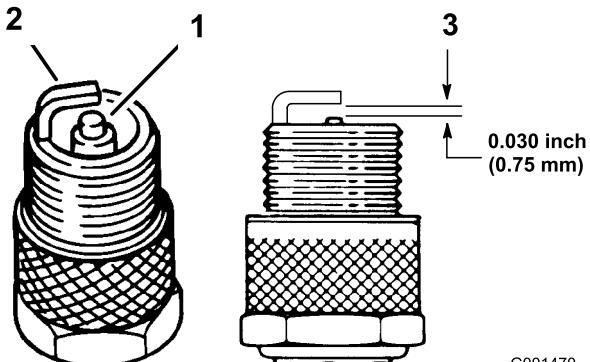

Figura 34
- Mire la parte central de las bujías (Figura 34). Si se observa un color gris o marrón claro en el aislante, el motor está funcionando correctamente. Si el aislante aparece de color negro, significa que el limpiador de aire está sucio.
- Compruebe la separación entre los electrodos central y lateral (Figura 34). Si la distancia no es correcta, doble el electrodo lateral (Figura 34).
- Conecte los cables a las bujías (Figura 34).